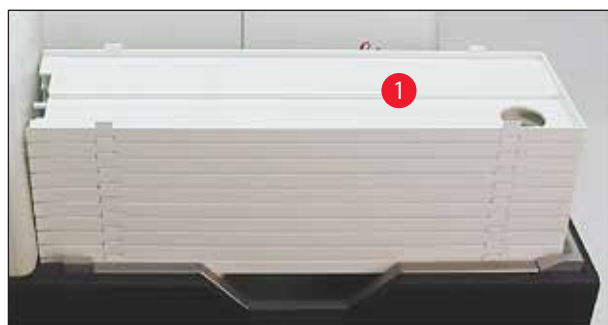

图 43
1. 将一叠托盘 (→"图 43-1") 放在卸载站点的抬升操作台上 (→"图 43")。